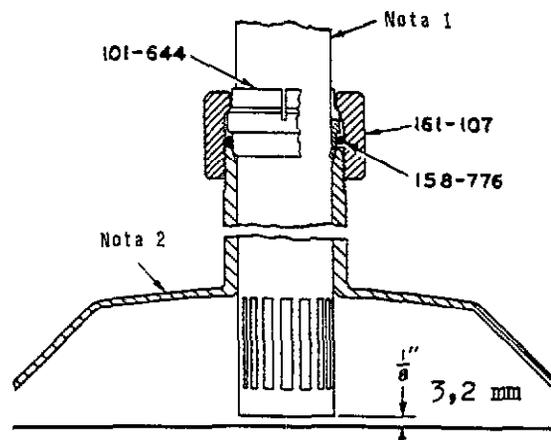

Fig 12
- Si se fija el plato seguidor a la bomba utilizando un empalme de manguito, desconectar la manguera de mando neumático, desenroscar el manguito roscado 161-107 (prestando atención al número de vueltas que se le da) de la cabeza del plato seguidor y retirar el plato del tubo de aspiración de la bomba. Véase la Fig. 12 a continuación.
El manguito de bloqueo 161-107 y el anillo 101-644 del plato seguidor 204-353 permanecerán en su posición relativa en el tubo de aspiración de la bomba, listos para ser montados nuevamente. En el momento del montaje inicial el borde continuo saliente del anillo 101-644 penetra en la superficie del tubo de aspiración de la bomba. Este anillo bloqueado en el tubo de aspiración sirve de tope para permitir la liberación de aproximadamente 3 mm entre la parte inferior del tubo y el borde inferior del plato seguidor. Véase la Fig. 12.
- el anillo de ajuste 161-107 está flojo o la junta tórica 158-776 se ha gastado. Véase la Fig. 12. Junta tórica 160-721 o 162-440 del manguito del plato seguidor gastados. Véanse los diagramas de detalle en las páginas 12 y 13. Este defecto produce la aspiración de aire o la fuga de producto o lubricante alrededor del tubo de aspiración de la bomba. Apretar el manguito roscado o cambiar la junta tórica estropeada.